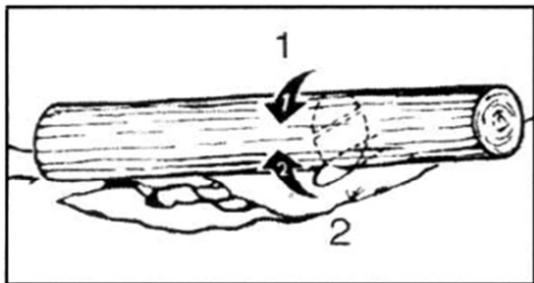

Fig. 12
3. Tronco sostenuto in entrambe le estremità: Innanzitutto, tagliare dall'alto 1/3 del diametro del tronco per evitare le schegge. In secondo luogo, tagliare verso il basso per raggiungere il primo taglio evitando di incastrarsi (Fig. 12).